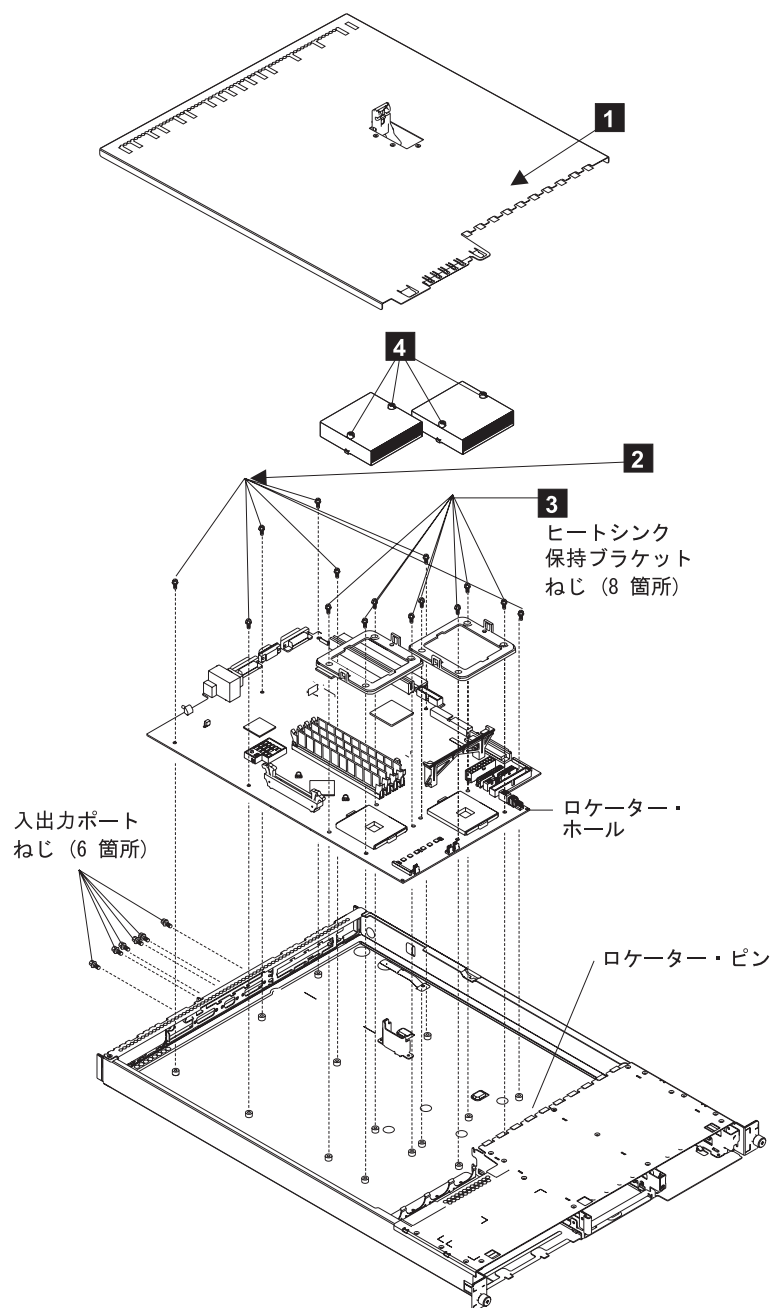

図 174. システム・ボードの交換
1. 7 個のねじ **2** を交換します。509 ページの図 174 を参照してください。
4. それぞれのヒートシンク保持ブラケット **3** のねじを交換します。509 ページの図 174 を参照してください。